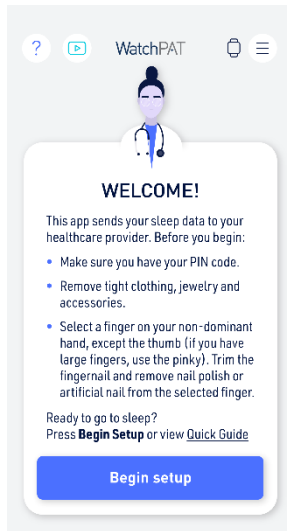

Abbildung 2 – App-Bildschirmanzeige
2. Die WatchPAT-App ist eine proprietäre mobile Anwendung und kann von den auf der Produktverpackung angegebenen App-Stores heruntergeladen werden. Eine typische Bildschirmanzeige der App zeigt Abbildung 2 – App-Bildschirmanzeige.